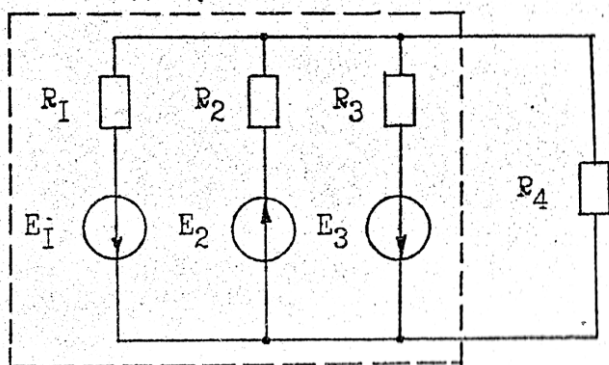

Рис. 1
Объект исследования: резистивная цепь, содержащая три источника постоянных ЭДС (рис. 1).
1. Соберите исследуемую цепь (рис. 1), включите лабораторный стенд и установите заданные в табл. 2 напряжения источников (обратите внимание на полярности источников).
5. Каким должно быть значение ЭДС E_2 (рис. 1), чтобы ток через резистор R_4 был равен нулю?